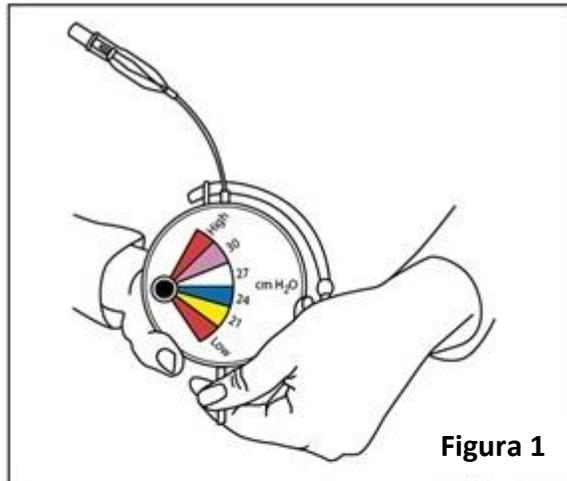

Figura 1
- 1.2. Encienda el Cuffix tirando de la correa [figura 1].